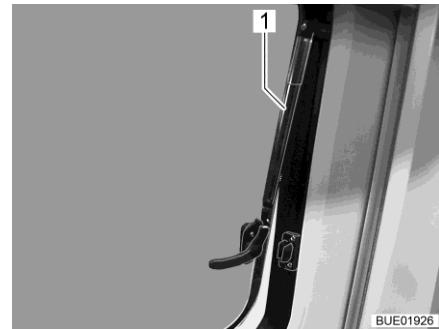

Fig. 15 Finestra apribile con deflettori automatici, aperta
- Aprire la finestra apribile fino alla posizione desiderata. Fissare la finestra apribile facendo innestare autonomamente il deflettore automatico (Fig. 15,1).